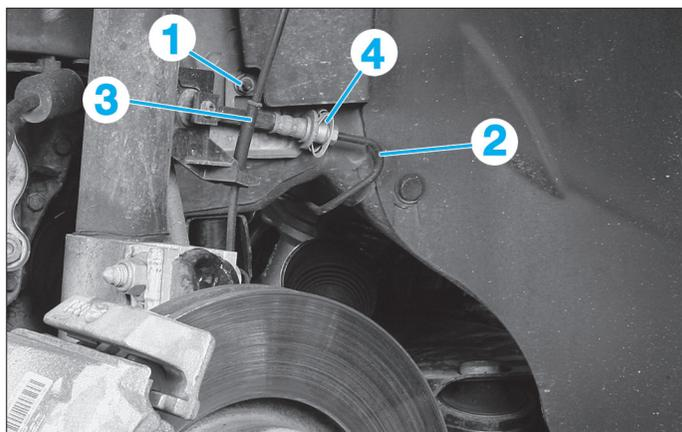

Fig. 15
- Déposer l'écrou (1) du support de canalisation de frein (Fig.15).
- Débrancher la canalisation de frein (2) du flexible (3) en (4).